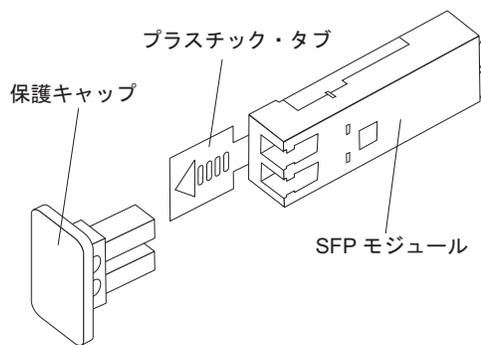

図 3-8. SFP モジュールおよび保護キャップ
2. 図 3-8 に示されているように、SFP モジュールから保護キャップを取り外します。将来の利用に備えて、保護キャップを保管しておきます。
2. 必要があれば、3-8 ページの図 3-8 に示されているように、SFP モジュールから保護キャップを取り外します。将来の利用に備えて、保護キャップを保管しておきます。